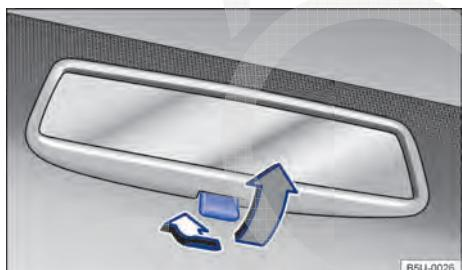

Fig. 83 No para-brisa: espelho retrovisor interno com antiffuscante manual.
- Posição noite: puxar a alavanca → Fig. 83 (seta cinza), para evitar o ofuscamento dos faróis dos veículos que trafegam atrás.
Legenda para → Fig. 83: